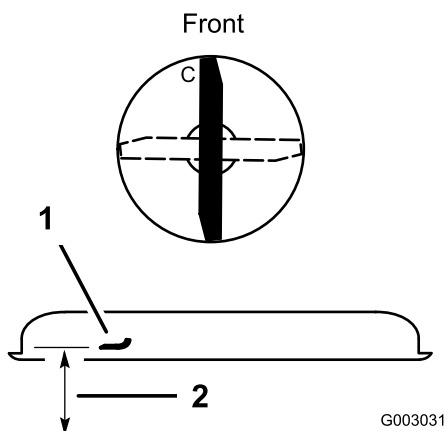

Figure 47
1. Tournez la lame dans le sens longitudinal (Figure 47).
2. Mesurez la distance entre la surface plane et le tranchant (position C) de la lame (Figure 47) et notez cette valeur.